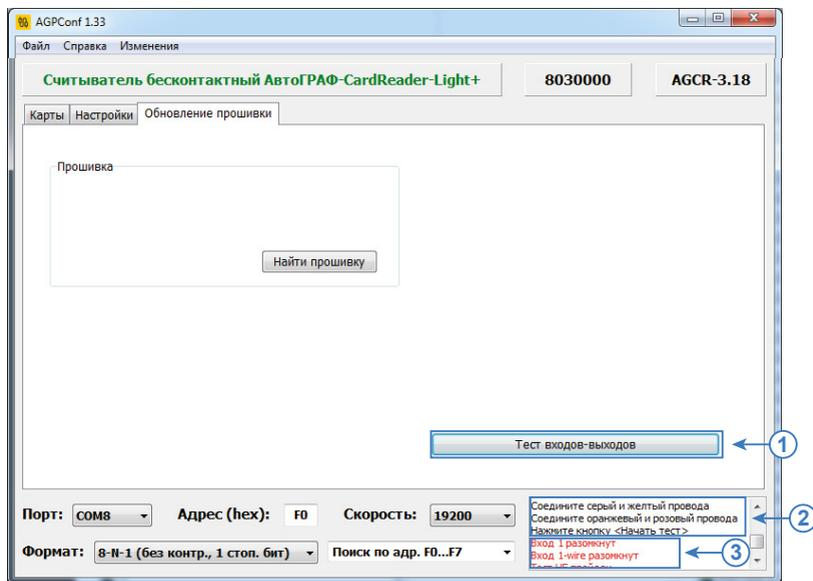

Рис.12. Диагностика входов и выходов считывателя.
- Перейти на вкладку «Обновление прошивки» и нажать кнопку «Тест входов-выходов» (Рис.12, п.1).
- Выполнить действия согласно инструкции, которая появится в окне состояния (Рис.12, п.2):
- Нажать кнопку «Начать тест». Программа выполнит проверку входов и выходов и в случае неисправности отобразит ошибки в окне состояния (Рис.12, п.3).